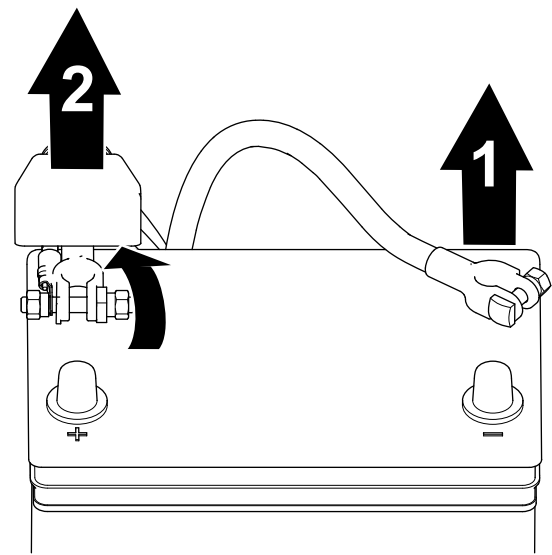

Figura 34
1. Deconectai cablul negativ al bateriei de la borna bateriei (Figura 34).
2. Ridicați izolatorul și îndepărtați cablul pozitiv al bateriei de la borna acesteia (Figura 34).